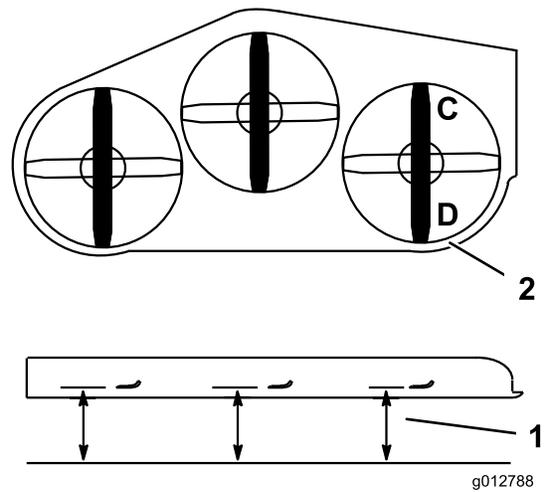

Figure 87
1. Tournez la lame droite dans le sens longitudinal (Figure 87).
2. Mesurez et notez la distance au point C entre la surface plane et le tranchant de la pointe de la lame droite (Figure 87).
3. Mesurez et notez la distance au point D entre la surface plane et le tranchant de la pointe de la lame droite (Figure 87).
4. La lame doit être plus basse de 6 à 10 mm au point C qu'au point D (Figure 87). Si ce n'est pas le cas, passez aux étapes suivantes.